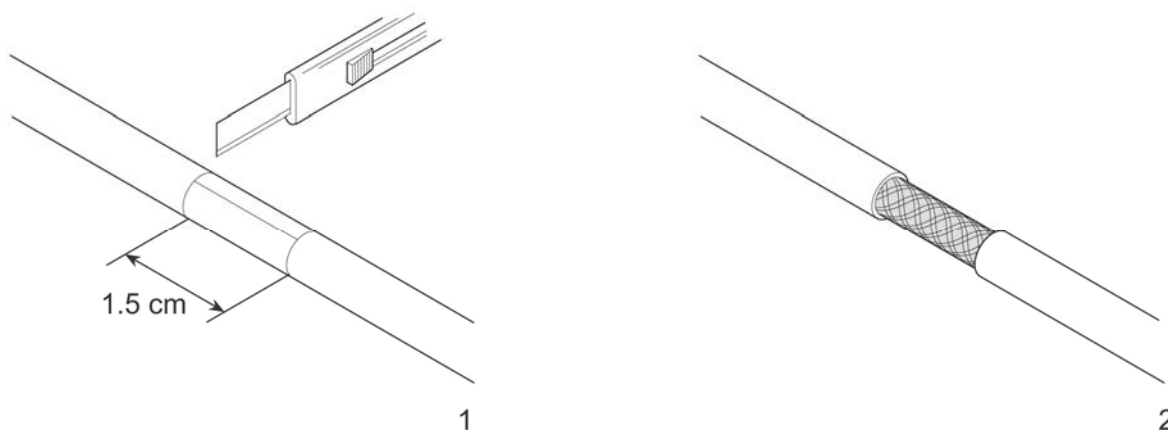

Figure 36. Võrgukaabli paigaldamine maandusribale
6. Paigaldage magnet (2, fig. 36, page 5-32) täpselt kõrgusanduri (3) alla.